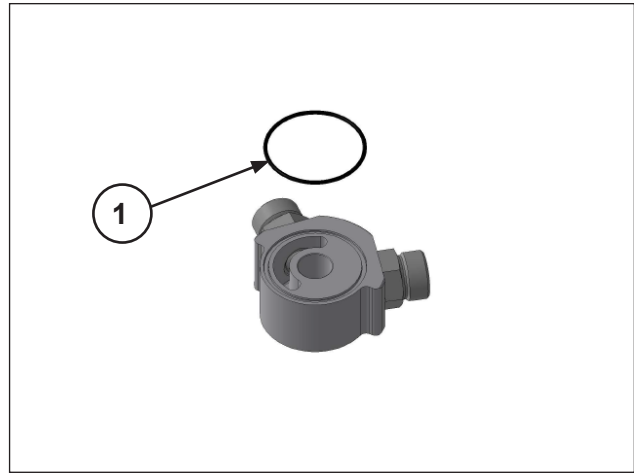

Abb. 129
Montieren Sie die Gruppe Adapter Luft-/Ölaustauscher (Pos. ①, Abb. 129) und ziehen Sie die Befestigungsschraube mit einem Drehmomentschlüssel gemäß Angaben in Absatz 3 fest.